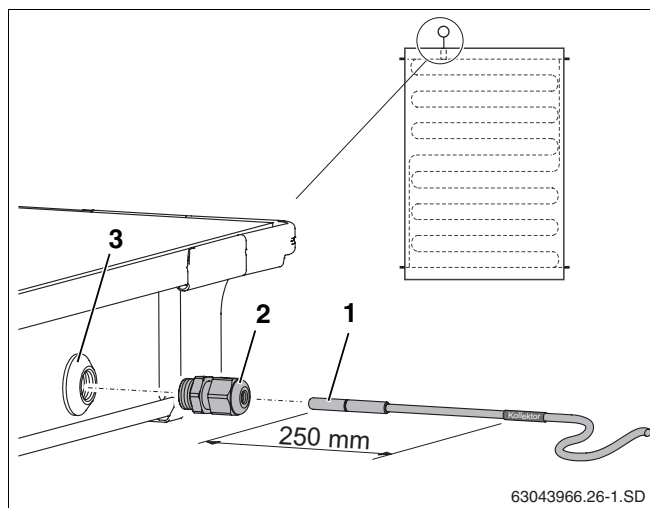

Fig. 51 Insérer la sonde dans le capteur
Pour que l'installation solaire fonctionne parfaitement, il est nécessaire d'insérer la sonde (fig. 51, **pos. 1**) jusqu'à la butée (correspond à env. 250 mm) dans le conduit.
- Percer la couche d'étanchéité de la gaine de sonde à l'aide de la sonde ou du tournevis (fig. 51, **pos. 3**).
- Visser l'écrou-raccord (fig. 51, **pos. 2**) dans la gaine de sonde.
- Visser l'écrou-raccord (fig. 51, **pos. 2**) à fond, si nécessaire pousser contre.
Si vous avez percé la gaine de sonde (fig. 51, **pos. 3**) d'un autre capteur, il faut l'étanchéifier avec le bouchon du kit de raccordement. Auparavant retirez, à l'aide du raccord de câbles (fig. 51, **pos. 2**), l'écrou qui se trouve dans la gaine de sonde.